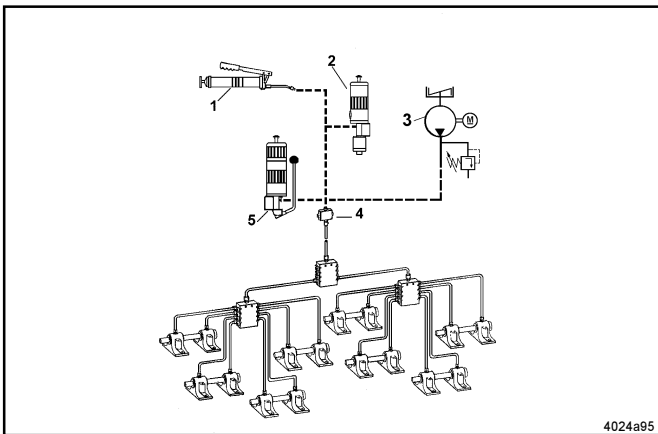

Fig.5: Possibilités de raccorder différentes pompes
- Lorsqu'ils sont utilisés avec des pompes à main, des pompes pneumatiques ou électriques, les doseurs progressifs forment des installations de graissage centralisé de conception simple et peu coûteuses. Voir fig. 5.